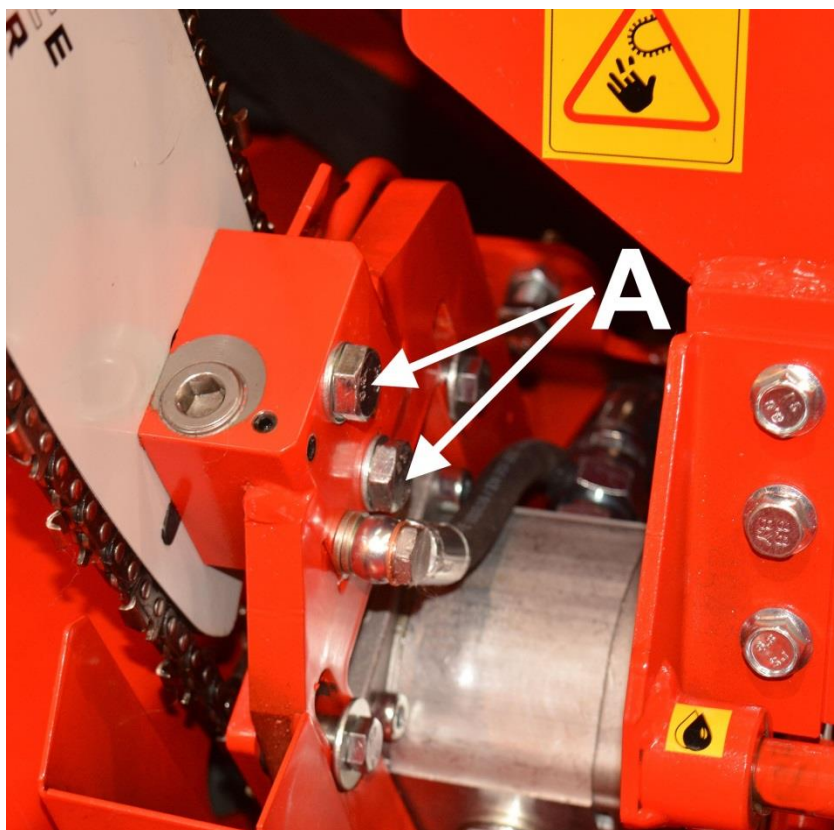

Bild 26.
2. Lösgör svärdets fästbultar A på bild 26.